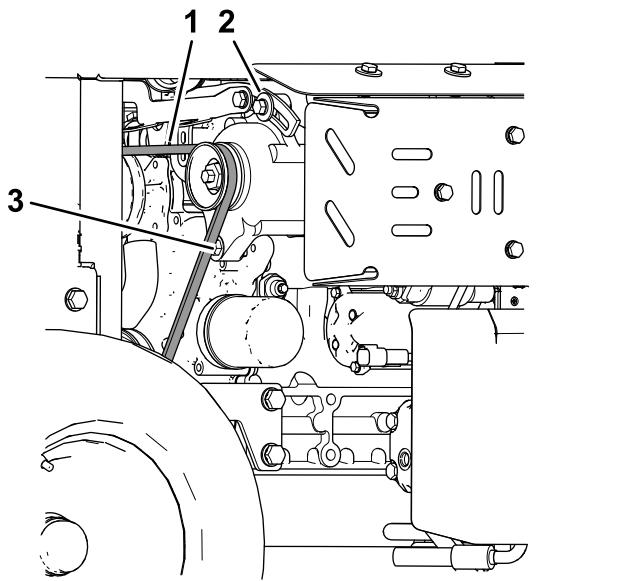

図 76
4. オルタネータのピボットボルトとロックボルトをゆるめる図 76。
6. 調整ができたらオルタネータのロックボルトを締め付ける図 76。
7. オルタネータのピボットボルトを締め付ける図 76。